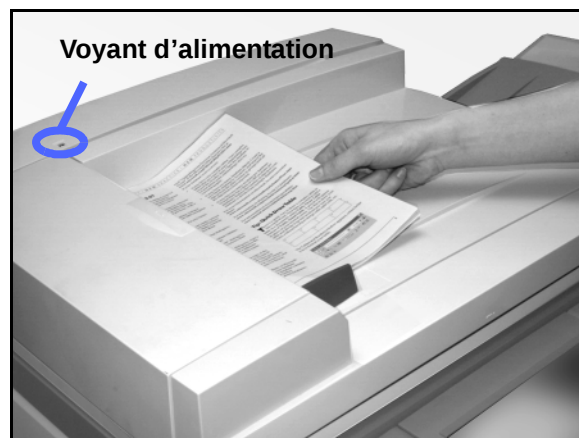

Figure 3 : Insertion des documents dans le bac d'alimentation du chargeur
- 2 Placez les documents face imprimée dessus dans le chargeur (voir la figure 3). Insérez-les dans le chargeur jusqu'à ce que le voyant vert s'allume.